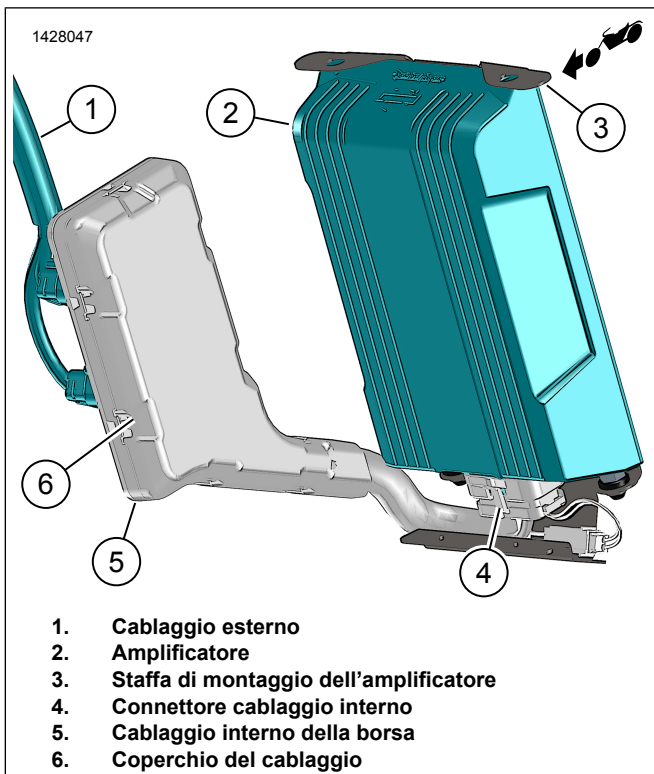
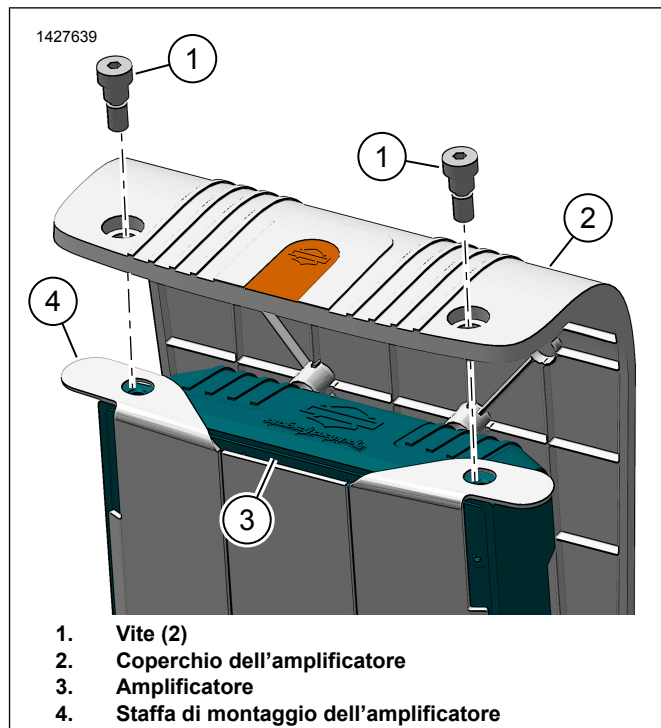

Figura 7. Connettore amplificatore borsa lato sinistro
Figura 9. Coperchio dell'amplificatore
6. Vedere la figura 7. Collegare il connettore del cablaggio interno (4) all'amplificatore (2).
7. Installare l'amplificatore (2) sulla staffa di montaggio dell'amplificatore (3).
8. Vedere la figura 9. Installare il coperchio dell'amplificatore (2).
9. Installare le viti (1). Serrare.
10. Vedere la figura 7. Installare il coperchio del cablaggio (6).
Vedere la figura 7. Assicurarsi che il fascio di cablaggio si infili nell'area sotto l'amplificatore senza piegarsi o attorcigliarsi. Il fascio non deve tirare il coperchio del cablaggio (6) via dal cablaggio interno (5).